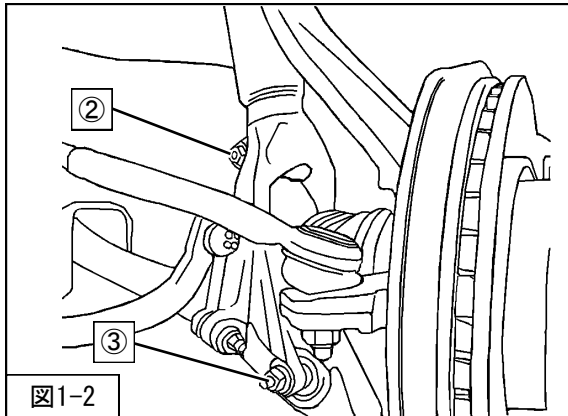

図1-2
3. ②フロントサスペンションASSYフロントロア取付ボルト
③ダンパーフォーク取付ボルト・ナットを取外してください。(図1-2)